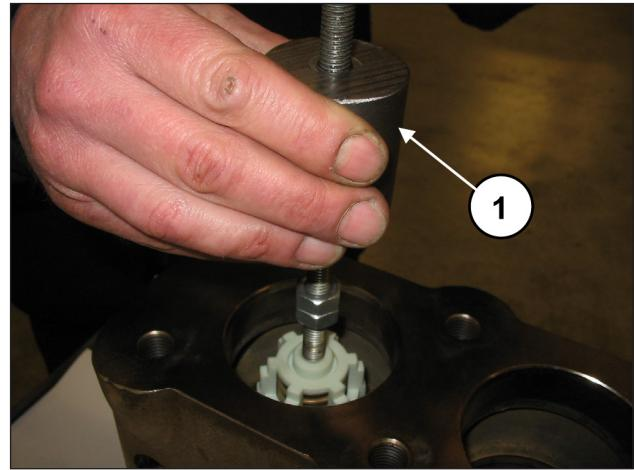

图 110
用一个锤头式提取器(代码27516400)作用在阀导承的M10孔上(位置①，图 110)，或者用一个M10-M16适配器(代码25089700)作用在阀导承的M16螺纹上，将排出阀组件取出。